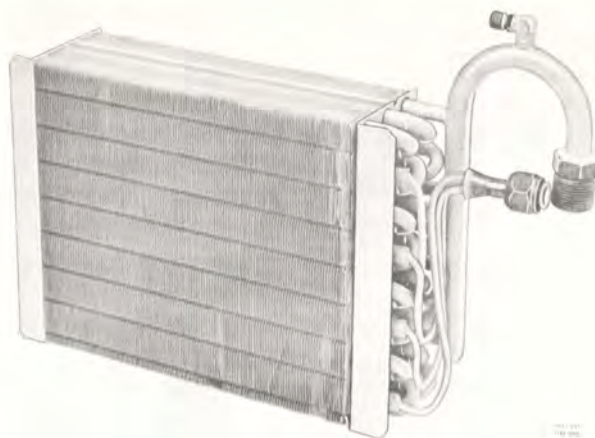

Bild 8–34. Förångare
STV:ns huvuddelar är ventilkropp (2, bild 8–33), kolv (3), kolvfjäder (4), bälg (5) och ventilmål (7). STV:n tätar mot sitt hålrum med en O-ring i spåret vid ventilens övre ända.